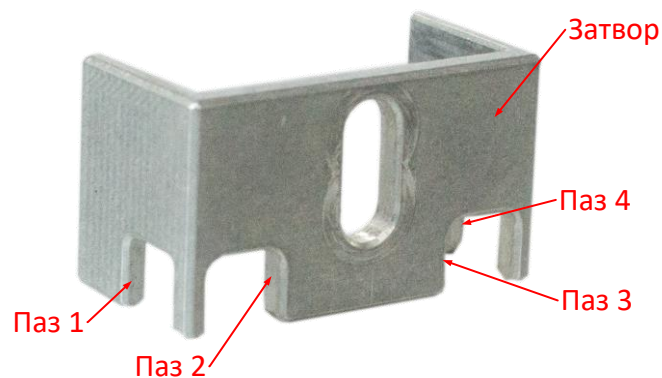

Рисунок 6 – Затвор
2.2.3.3 Ослабить фиксатор затвора и проложить кабель AP в любом из четырех доступных направлениях в соответствии с пазами в затворе (два вверх – пазы 2 и 3, вправо – паз 1, влево – паз 4) (рисунок 6).